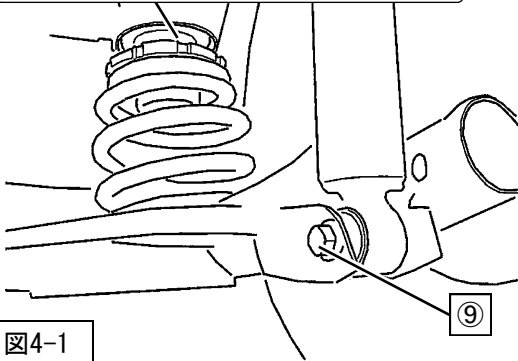

図4-1
2. トーションビームをジャッキで下から支えながら、ライドハイトアジャスターASSY（同梱品）リアスプリング（同梱品）リアショックアブソーバASSY（同梱品）を車両に取付け、⑨リアショックアブソーバASSYロア取付ボルト・ナット（#C25は締付トルク：138N・m）（#C26・#C27は締付トルク：127N・m）を取付けてください。（図4-1）